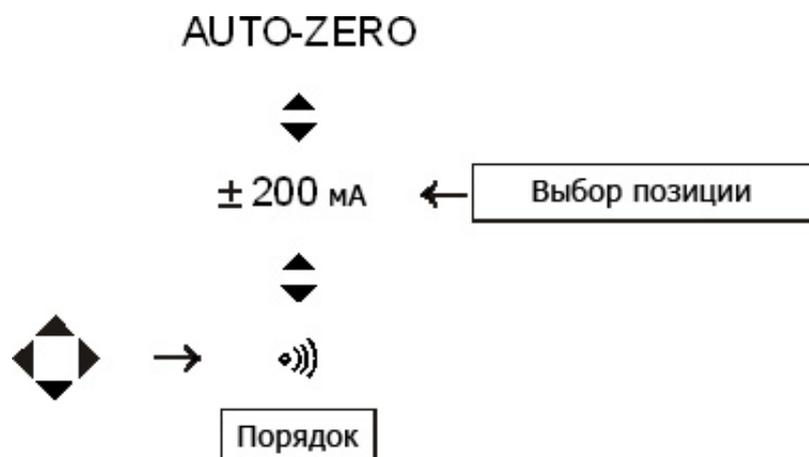

Рис.32. Выбор режима измерения целостности соединения током  $\pm 200$  мА
- Выбрать режим измерения  $\pm 200$  мА (видимый на линейке функции измерения) согласно алгоритму, представленному на Рис.32;